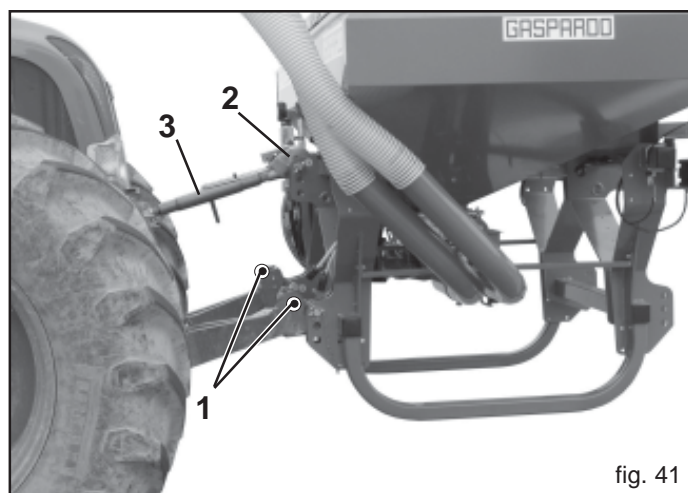

fig. 41
- 1) Accrocher les barres de l'élevateur aux pivots prévus à cet effet (1, Fig. 41). Bloquer par les goupilles à encliquetage.
- 2) Relier le troisième point supérieur (2, Fig. 41); bloquer la cheville par la goupille "ad hoc". Positionner la machine perpendiculairement au sol par l'entretoise de réglage (3, Fig. 41).